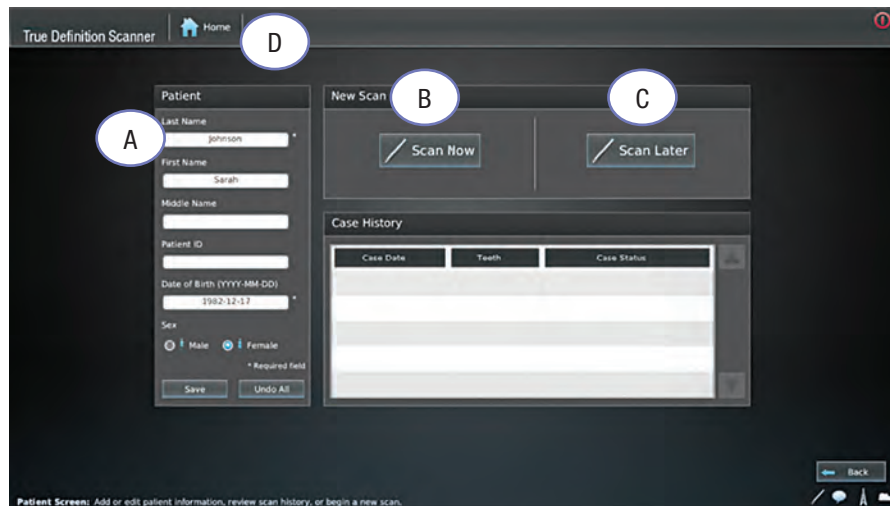
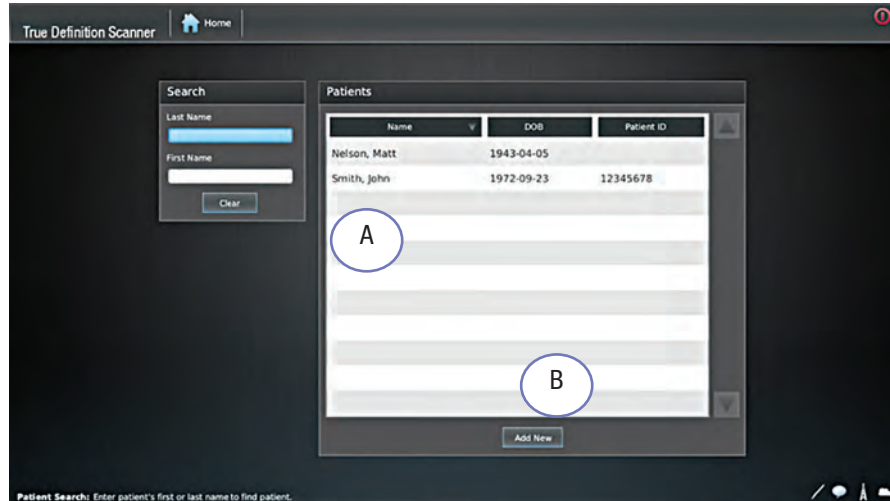

Figure 6. Écran patient
Figure 7. Écran de recherche des patients
Pour ajouter un nouveau patient ou rechercher un patient existant, appuyer sur le bouton **Patients** sur l'écran d'accueil. L'écran de recherche du patient apparaît. (Figure 7).
1. Appuyer sur le bouton **Ajouter nouveau** en bas de l'écran de recherche des patients (Figure 7). L'Écran patient est affiché. (Figure 6).
Légendes de la Figure 6
Pour revenir à la page d'accueil à tout moment, appuyer sur le bouton Accueil. (Figure 6-D)
Légendes de la Figure 7
Après avoir trouvé un patient, sélectionner le nom dans la liste pour afficher l'écran du Patient. Après avoir trouvé ou ajouté un patient, sélectionner le bouton **Numériser maintenant** ou **Numériser plus tard** sur la page Écran patient (Figure 6).